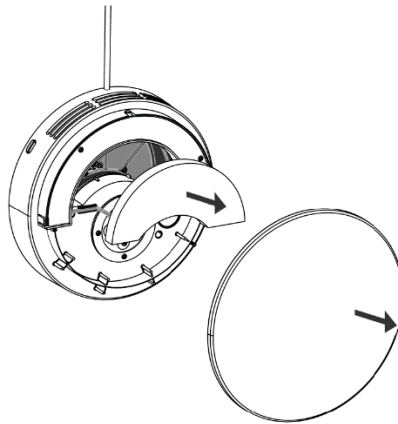

Abbildung 29 - Den inneren Filter herausnehmen
2. Die innere Abdeckung abnehmen. Den alten Filter herausnehmen und etwaige Verschmutzungen mit einem trockenen Tuch entfernen, siehe nachstehende Abbildung 29 unten. Der gebrauchte Filter kann im Hausmüll entsorgt werden.